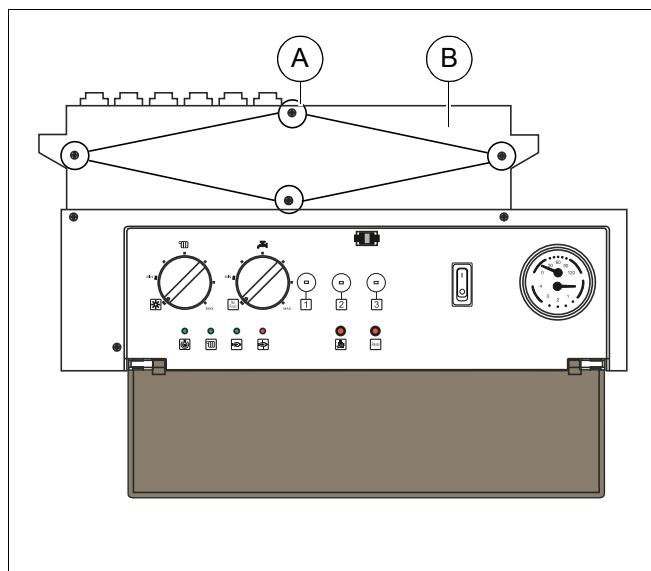

Рис. 36 Установка перемычек
- Для доступа к подключениям открутить четыре винта (рис. 36, **поз. А**) и снять крышку (рис. 36, **поз. В**).